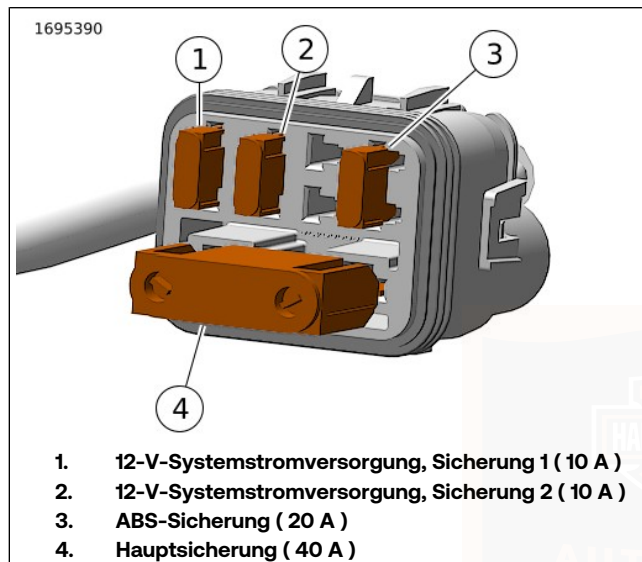

Abbildung 67. Sicherungsblock
5. Siehe Abbildung 67. Die fehlerverdächtige Sicherung entfernen und den Schmelzeinsatz überprüfen. Die Sicherung ersetzen, wenn der Schmelzeinsatz durchgebrannt oder abgetrennt ist.